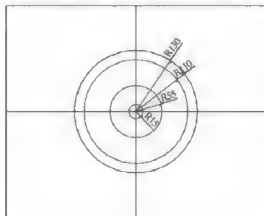

图 6-50
**步骤 3：**使用圆工具 $\text{C}$ ，以两条直线交叉点为圆心绘制 4 个圆，半径分别为 15、55、110 和 130，如图 6-50 所示。